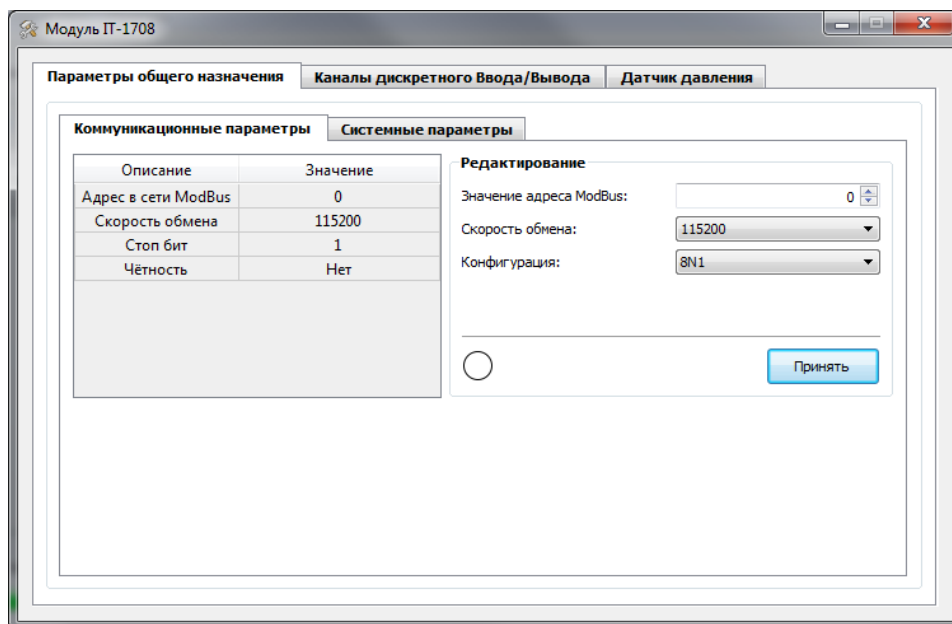

Рис.46
- Коммуникационные параметры (Рис.46)